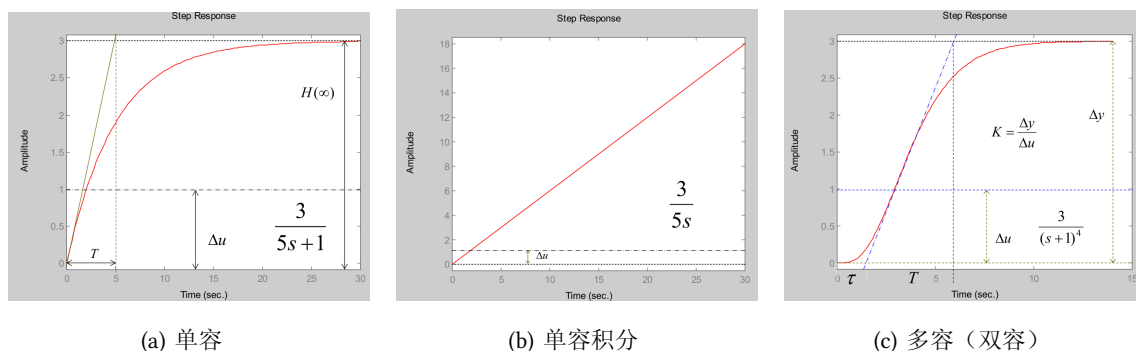

图 1: 不同型号浴盆泡澡曲线
- (2) 图 1(a) 是（单容）水槽水位的阶跃响应，表征它的特征参数有（时间常数  $T$ ）、（放大倍数  $K$ ）和（飞升速度  $\varepsilon = K/T$ ）。
- (3) 图 1(b) 是（单容积分）水槽水位的阶跃响应，表征它的特征参数有（自平衡率  $\rho = 1/K$ ）和（飞升速度  $\varepsilon = 1/T$ ）。
- (4) 图 1(c) 是（多容（双容））水槽水位的阶跃响应，表征它的等效特征参数有（等效时间常数  $T$ ）、（等效迟延时间  $\tau$ ）和（放大倍数  $K$ ）。